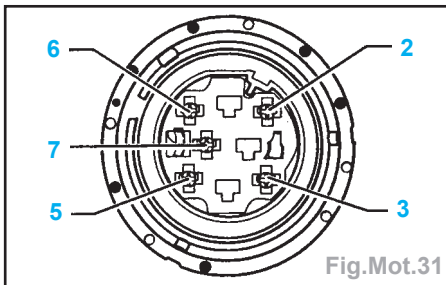

Fig.Mot.31
- Contrôler si les câbles ne présentent pas de coupure entre le boîtier de contrôle et la fiche (Fig.Mot.31).